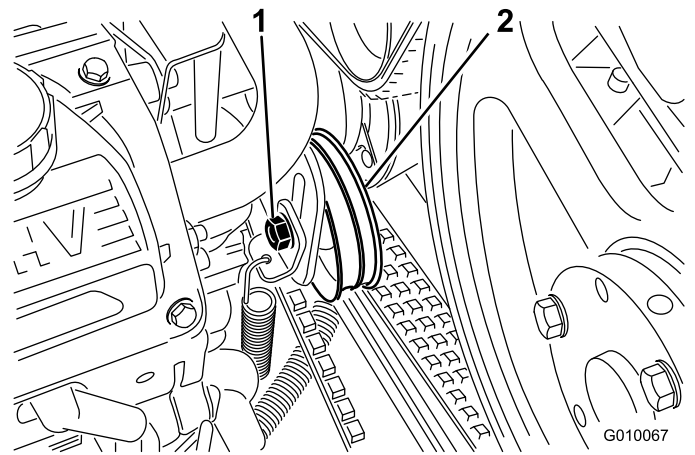

図 57
3. ポンプベルトのアイドラを調整スロットの範囲内で動かせる程度に、アイドラのボルトをゆるめる (図 57)。